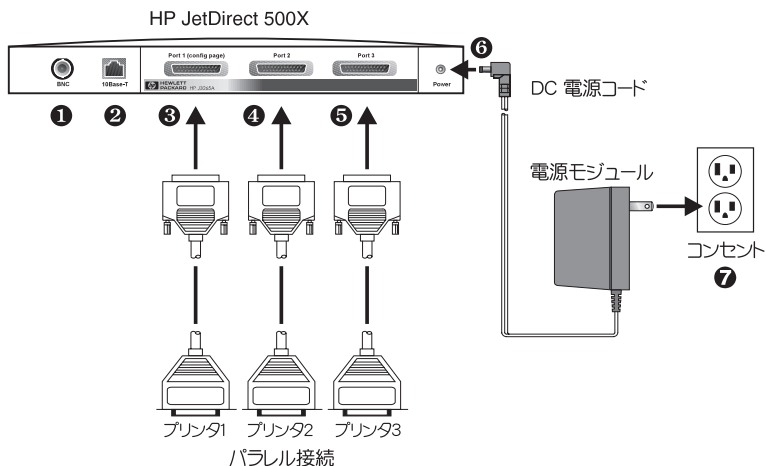

図 2-2 米国の電源モジュールを使った HP JetDirect J3265A プリントサーバのハードウェア接続
以下の手順にある丸で囲まれた番号は、図 2.2 の番号を指します。HP JetDirect 300X、170X、および EX Plus にはプリンタポート ③ が 1 つあります。HP JetDirect 500X Token Ring および 300X 用には BNC ① ポートはありません。HP JetDirect 500X および 300X では、RJ-45 コネクタ ② は、10- または 100 Mbit/ 秒のいずれかに使用されます。JetDirect 170X および EX Plus3 用には BNC ポート ① はありません。
5. プリントサーバをネットワーク ① か ② に接続します。
6. プリントサーバをプリンタ ③、④、および ⑤ に接続します。